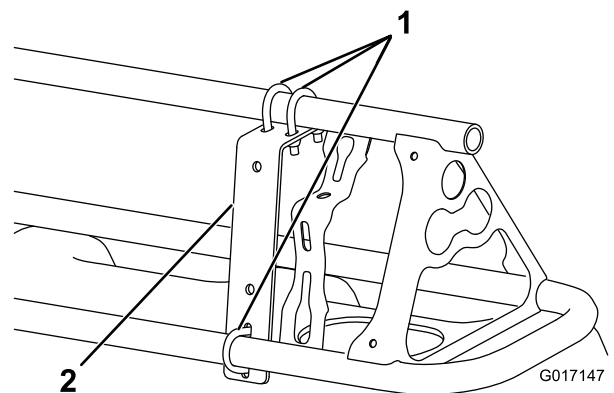
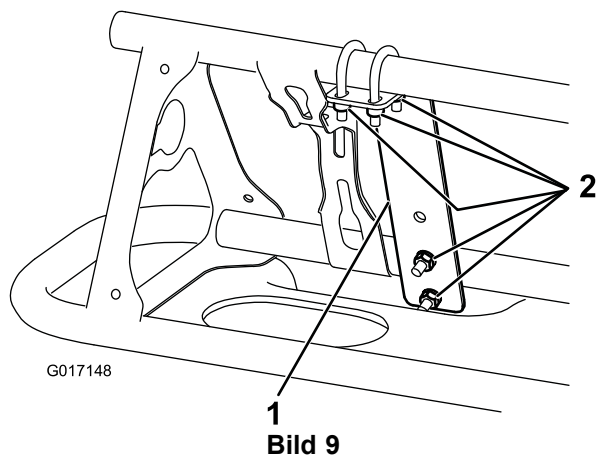

Bild 8
Bild 9
1. Befestigen Sie eine Befestigungshalterung mit drei U-Bügeln und sechs Sicherungsmuttern (1/4") vorne an jedem Ausleger in der Nähe der äußeren Düse (Bild 8 and Bild 9).